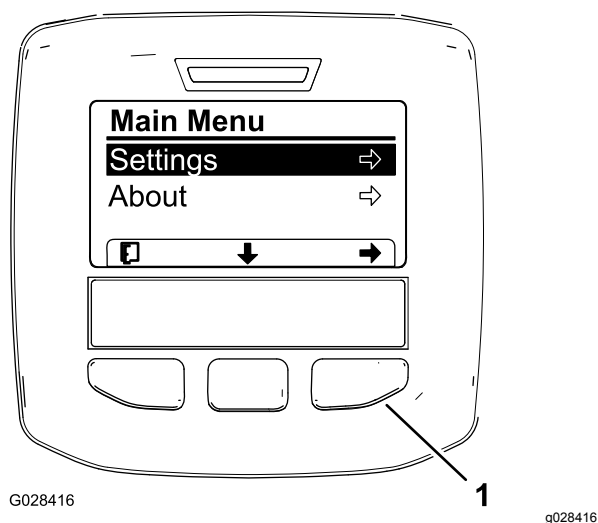
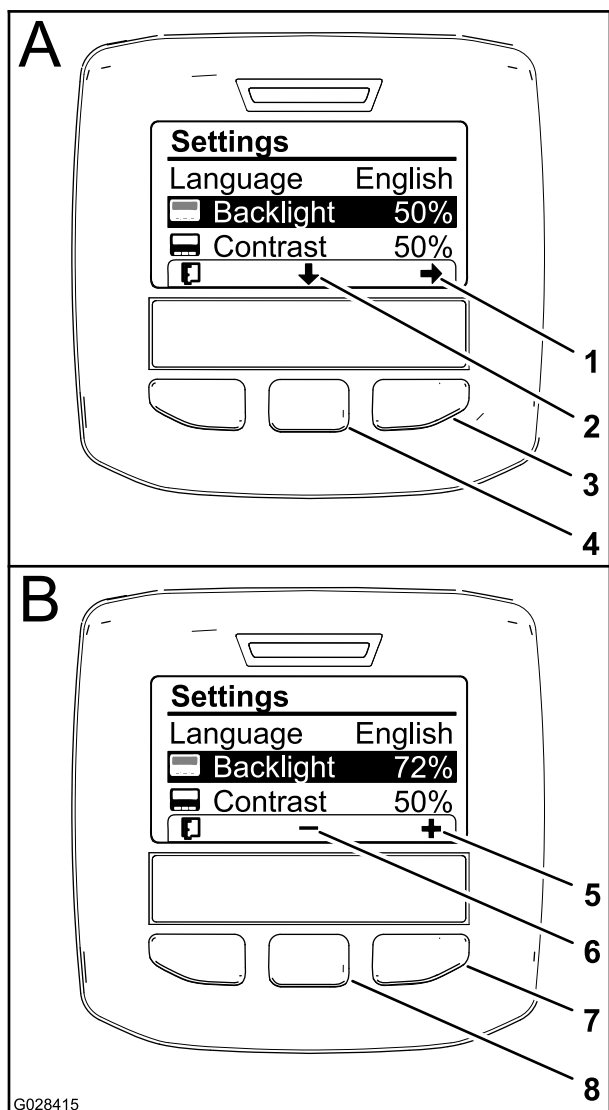

図 62
図 64
3. 中央ボタンをもう一度押してメインメニューを表示させる図 62。
5. 左ボタンを押すと、選択中の項目が記憶され、設定メニューを終了し、メインメニューへ戻る 図 62。
2. 表示に使用する言語を変更するには、中央ボタン画面上で下向きの矢印で示されているボタンを押し、画面を下にスクロールして Language という選択肢を出す 図 64。
3. 右ボタンを押すと数値の変更ができるようになる 図 64。
4. 中央ボタンと右ボタンとを使って表示画面の明るさを調整する 図 64。
5. 左ボタン終了アイコンの下にあるボタンを押すと、選択中の項目が記憶され、設定メニューを終了し、メインメニューへ戻る 図 64。
押し、画面を下にスクロールして Contrast という選択肢を出す 図 64。
7. 右ボタンを押すと数値の変更ができるようになる 図 64。
8. 左ボタン終了アイコンの下にあるボタンを押すと、選択中の項目が記憶され、設定メニューを終了し、メインメニューへ戻る 図 64。
9. 左ボタンを押すと、設定メニューを終了し、メインメニューへ戻る 図 62 と 図 64。
10. 左ボタンを押すとホーム画面に戻る 図 64。